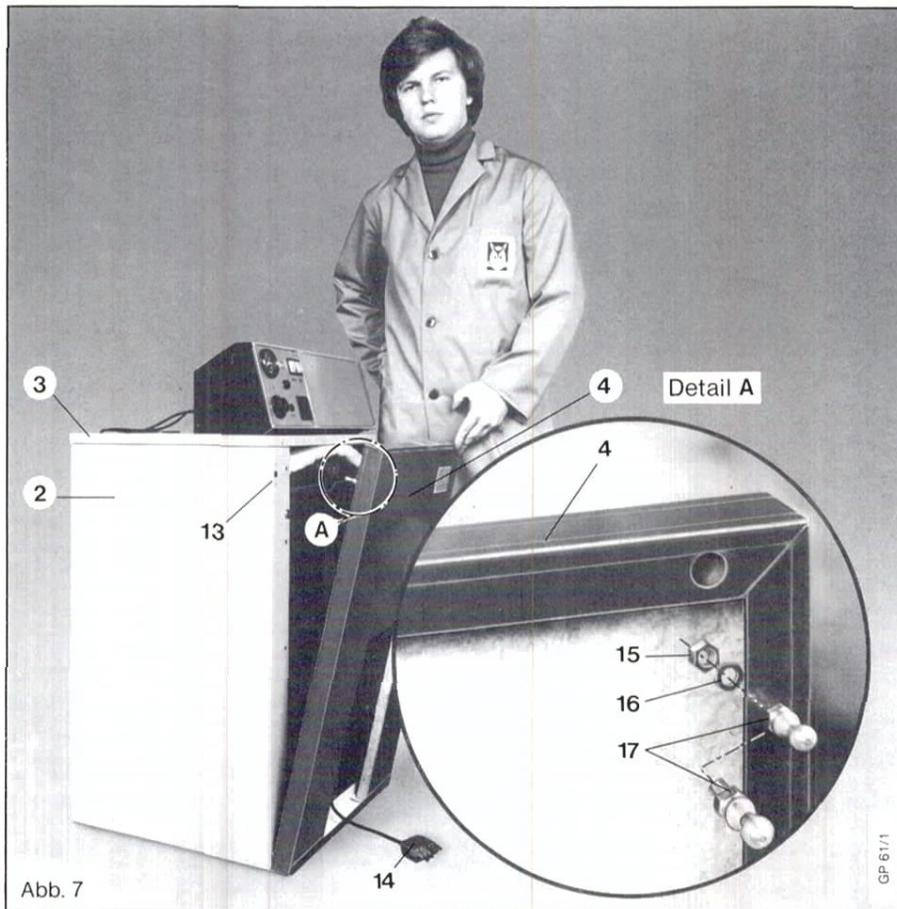

Abb. 7
Vorderes Verkleidungsblech (4), die Formschrauben (17) (siehe Detail A Abb. 7) mit Muttern (15) und U-Scheibe (16) in den Bohrungen befestigen.